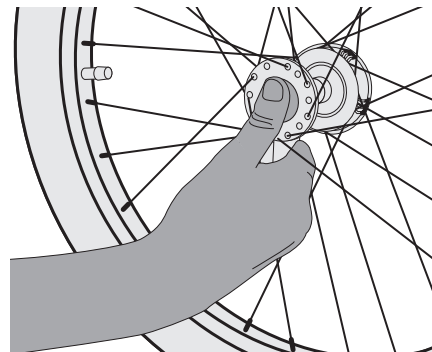

Figura 6
1. Presione el botón de goma del exterior del cojinete de la rueda (Figura 6).